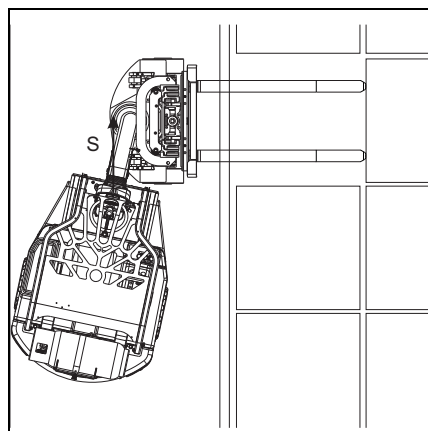

Figura 4-37: Posicionamiento del vehículo
- Enderece las horquillas usando el volante pues las horquillas se conducen hacia la carga para entren en la posición de palé vacío. **Ver Figura 4-37** **Ver Figura 4-37.**